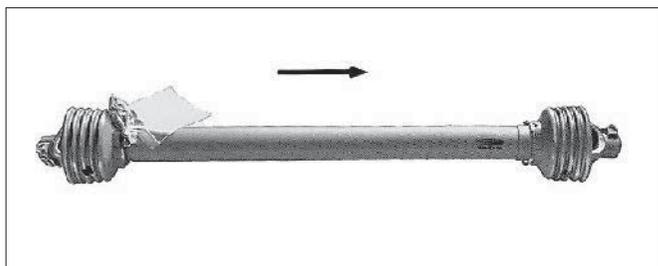

Fig. 4.13
2. **Gelenkwelle W 2300-SD15-1010 (Fig. 4.13),**